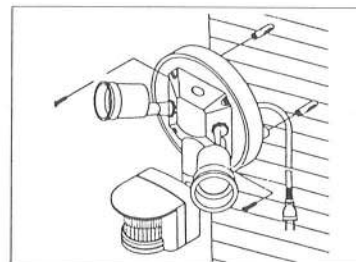

図6
- 本機の配線ボックスに取付穴が2ヶあります。その穴にネジを差し込んで、しっかり止めて下さい。(図6参照)